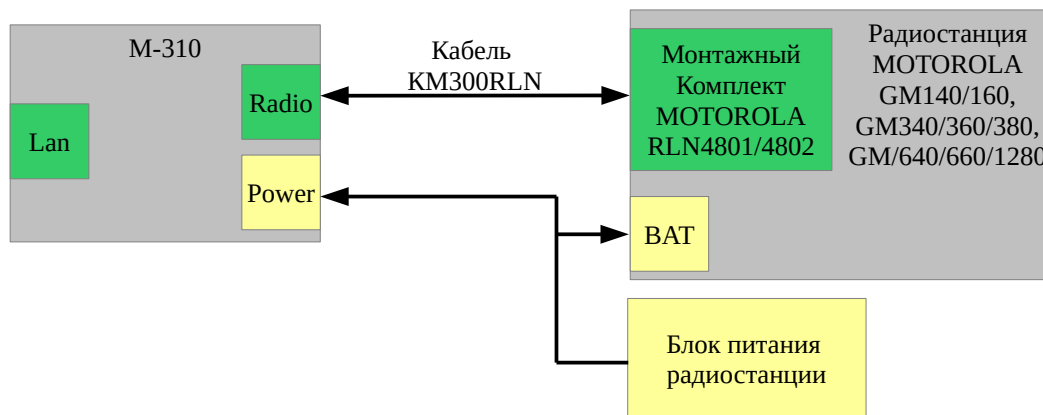

Рис. 3.3.2 Подключение радиостанции при работе интерфейса контроллера в режиме «MOTOROLA GM».
2) Режим интерфейса «Передатчик MOTOROLA GM» предназначен для подключения к контроллеру радиостанций MOTOROLA моделей GM140/160, GM340/360/380 и GM640/660/1280 со снятой передней панелью. Подключение производится через монтажный набор MOTOROLA RLN4801/4802/4780, рис. 3.3.2. В данном режиме контроллер эмулирует для радиостанции работу передней панели, что обеспечивает удалённое управление радиостанцией с сохранением всех функций органов управления. Данный режим позволяет использовать контроллеры М-310 для работы по схеме дистанционного управления М-270, заменяя удалённый контроллер радиостанции М-270NT.